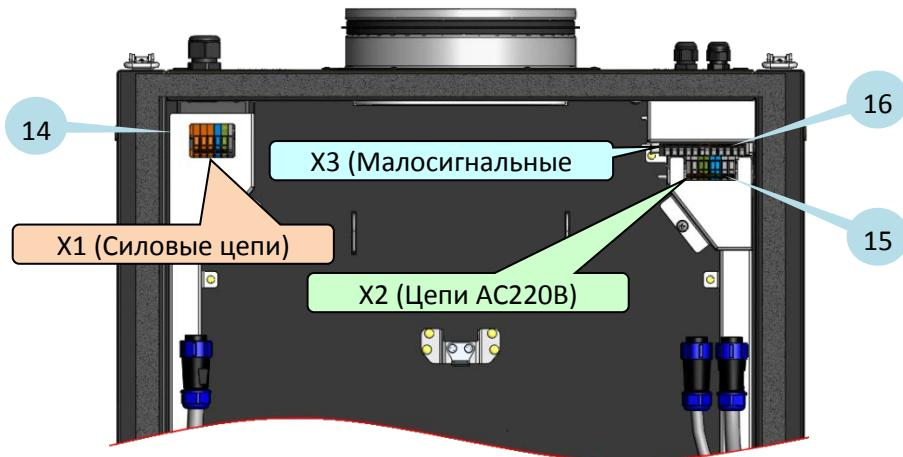

Рис. 2
Внутри корпуса находится основной съемный блок УВН (2), включающий в себя центробежный вентилятор, керамические нагреватели, плату контроллера , плату управления нагревателями, температурный и «пожарные» датчики. Внутри корпуса также установлены: кассета с пылевым фильтром (3), клапан воздушный (4), электропривод воздушного клапана (5), дифференциальный датчик давления (6). По боковым сторонам корпуса предусмотрены элементы крепления установки под винты M6. Крепить установку можно также с помощью специальных кронштейнов (7). Под основным съемным блоком (2) установлены клеммные колодки (14, 15, 16) (См. Рис. 2) для внешних подключений. Фиксация пылевого фильтра (3) осуществляется с помощью рычагов (8). Приточный воздух выдается в канал через выходной фланец (13).